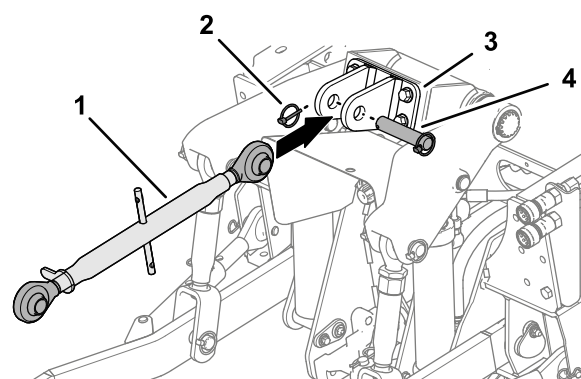

Figura 16
- Se rimosso, montate l'attacco a 3 punti superiore (Figura 16) sul trattorino.